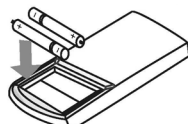

Fig.2
- Inserte dos pilas nuevas, prestando atención a la polaridad (fig.2).